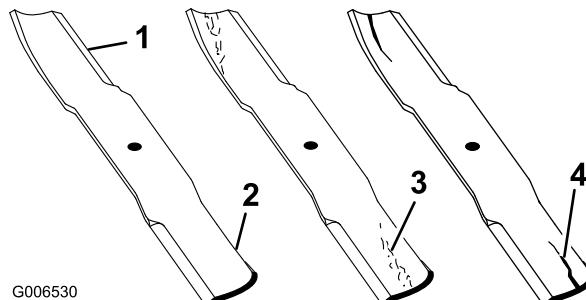

Figura 100
- Examine cuidadosamente los extremos de corte de la cuchilla, sobre todo en el punto donde convergen la parte plana y la parte curva de la cuchilla, tal y como se muestra en Figura 100.
Nota: Puesto que la arena y cualquier material abrasivo pueden desgastar el metal que conecta las partes curva y plana de la cuchilla, compruebe la cuchilla antes de utilizar el cortacésped. Si se aprecia desgaste, cambie la cuchilla (Figura 100).